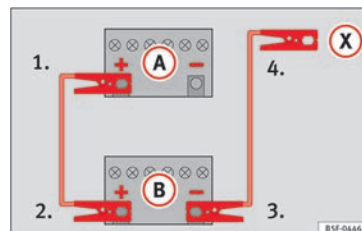

Fig. 68 Esquema de ligação para veículos sem sistema Start/Stop.
- ⊕ do veículo com a bateria descarregada **(A)** » **Fig. 68.**
- 4a. *Em veículos sem sistema Start-Stop:* ligar uma extremidade do cabo *preto* de emergência ao polo negativo ⊖ do veículo que fornece a corrente **(B)** » **Fig. 68.**